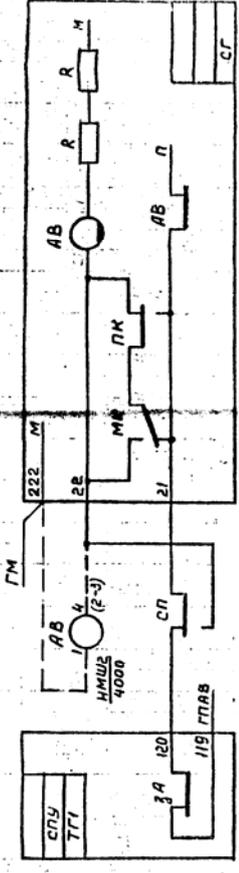

Рис. 3. Включение АВ
- включить повторитель реле автовозврата стрелки АВ (Рис.3);